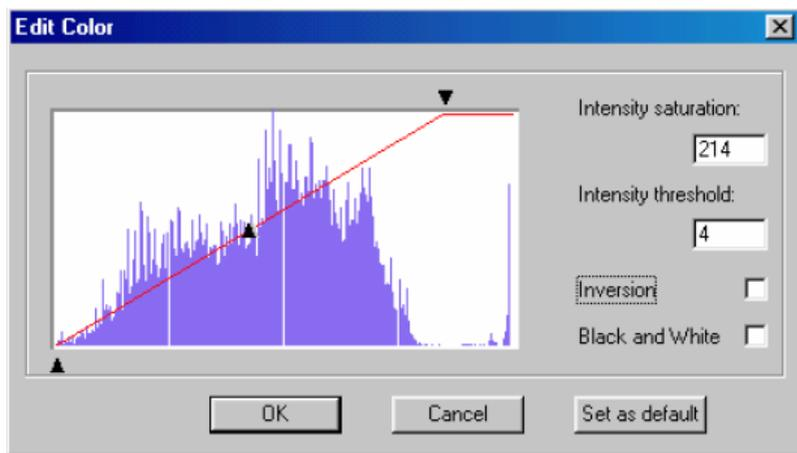

Рис. 8. Окно Edit Color
2. Указать численные значения для пороговых интенсивностей в полях Intensity saturation и Intensity threshold окна Edit Color (рис. 8).